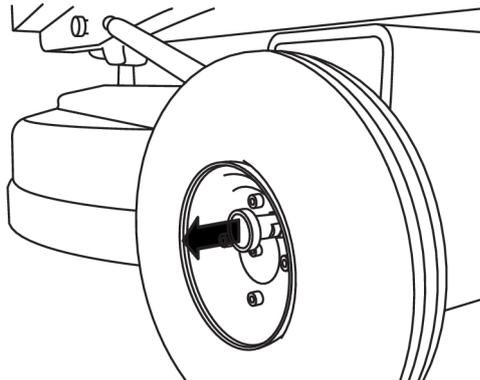

Figure 4-3. Déverrouiller les roues
- Déverrouillez les roues en retirant la cheville de verrouillage, voir Figure 4-3, page 18.
Tournez la manivelle devant la roue d'appui pour ajuster la hauteur de telle sorte que la machine s'incline et que la tête de ponçage ne soit pas en contact avec la surface. La ponceuse peut se déplacer en la poussant manuellement droit devant. Assurez-vous que le blocage de la roue est desserré, voir Figure 4-3, page 18.